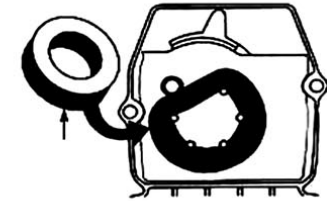

Fig.22
2. Retirer le filtre à air. (Fig.22).
6. Remettre le filtre à air dans le couvercle filtre à air/échappement (Fig.22).